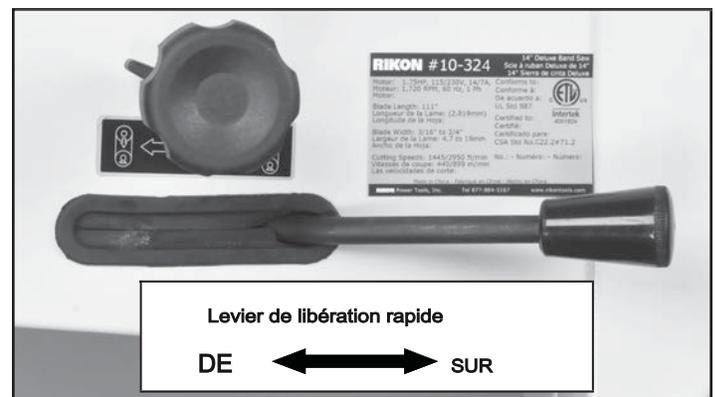
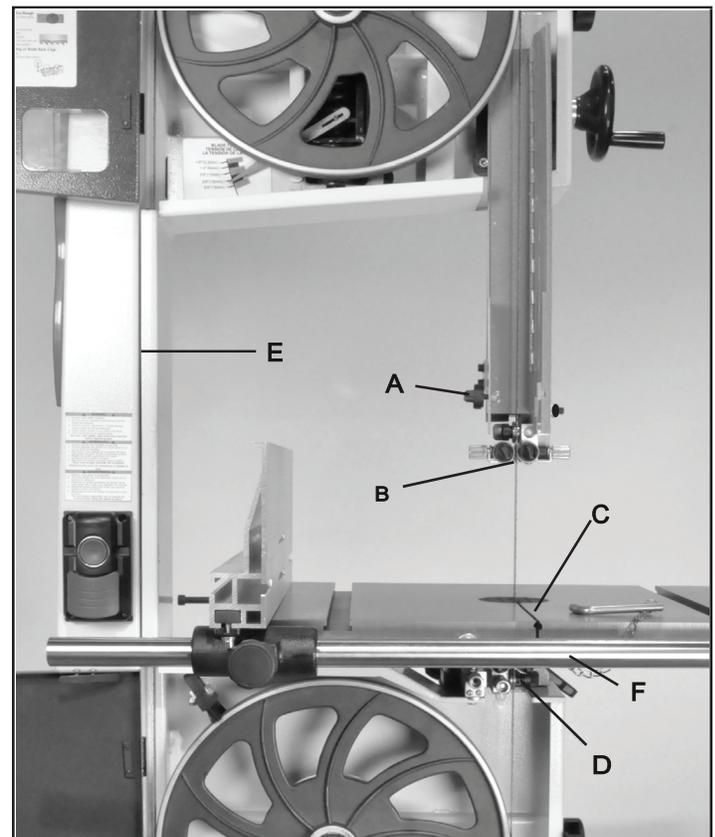

FIGURE 20
FIGURE 21
2. Relâchez la tension de la lame en déplaçant le levier de dégagement rapide (# 17C) de droite à gauche. Fig. 20.
3. Ouvrez la porte à charnière (# 11D) sur le protège-lame en desserrant la poignée de verrouillage (# 14D). Fig. 21, A.
4. Retirer la lame de scie de la roue supérieure, puis l'alimenter à travers les guides de lame supérieure (B), fente dans la table (C), les guides de lame inférieure et le protège-lame inférieur (D), hors de la fente dans la colonne de la machine (E), hors de la roue inférieure, et ensuite autour du rail avant (F).
7. Re-tension de la nouvelle lame en déplaçant le levier de blocage rapide à la position ON, Fig. 20, et vérifier la suivi lame. La lame doit fonctionner dans le centre des roues. Reportez-vous à « Suivi de la lame de scie » à la page 14 pour plus de détails.